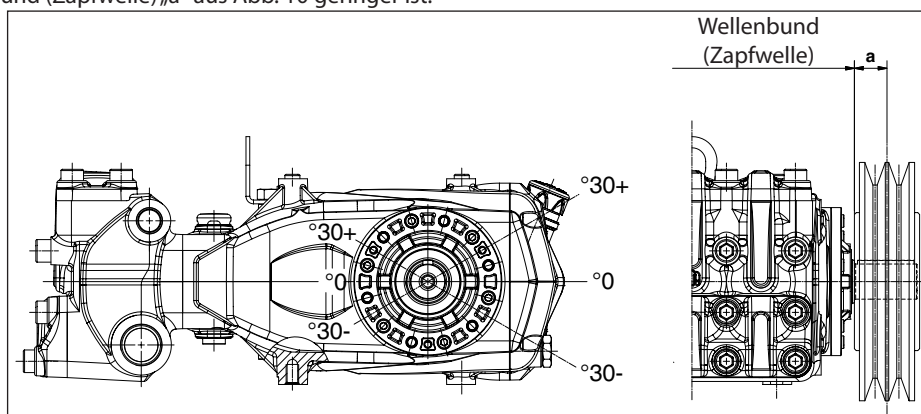

Abb. 10
Der Antrieb gilt als richtig bemessen, wenn die Belastung bei einem maximalen Abstand $a = 50$ mm vom Wellenbund (Zapfwelle) angewandt wird, siehe Abb. 10.
- b) Verwenden Sie Hochleistungsriemen - zum Beispiel **XPB** statt **SPB** - da hierbei weniger Riemen bei gleicher Leistungsübertragung benötigt werden und der Abstand zum Wellenbund (Zapfwelle) „a“ aus Abb. 10 geringer ist.
- e) Folgen Sie der Spannungsrichtung des Riemen lt. Angaben in Abb. 10. Wenden Sie sich bei anderen Anforderungen an die **technische Abteilung** oder den **Kundendienst**.